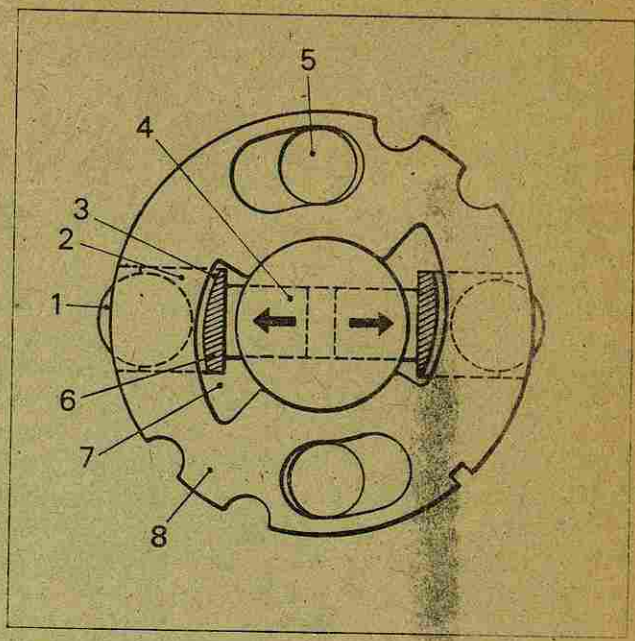

Fig. 4 Ajuste de la máxima alimentación de combustible
en función de la embolada de los elementos, cuyo recorrido hacia afuera puede variarse. Las zapatas (2, Fig. 4) que accionan los embolos de la bomba (4) se mantienen en sus guías por medio de las placas de ajuste superior e inferior (6 y 25, Fig. 5). El reborde de la zapata (6, Fig. 4) se ponen en contacto con las ranuras excéntricas (7) en las placas de ajuste (8). La placa superior está engatillada entre la placa de transmisión y el extremo del rotor por medio de los dos tornillos (5) que sujetan la placa de transmisión. Estos tornillos pñsan a través de ranuras alargadas en la placa de ajuste superior; cuando los tornillos (5) se aflojan, las placas pueden moverse juntas, enganchándose por las lengüetas de la placa superior, que coinciden con las ranuras de la placa inferior.
El recorrido hacia afuera de los elementos está determinado por la posición de las orejetas (6) en las ranuras excéntricas (7). En la Fig. 4, las placas de ajuste están regladas para facilitar el suministro de combustible máximo más bajo, que en la distancia más corta, puede recorrer el elemento. Este puede incrementarse moviendo las placas en sentido de las manecillas del reloj, mirando desde el rotor. Los elementos se muestran en la posición de embolada de admisión, y la tolerancia (3), es la distancia que los elementos recorrerán para llegar a una posición de máximo suministro de combustible. Una tapa, sujeta al cuerpo de la bomba por medio de dos tornillos de cabeza hexagonal, dá acceso al dispositivo de ajuste de la máxima alimentación de combustible.
Las placas de ajuste (8), mostradas en la Fig. 4, son de las del tipo usado en bombas que realizan un trabajo ligero. Algunas bombas están equipadas con placas reforzadas con un perfil interno, contrario al mostrado. Para aumentar la alimentación de combustible máximo, éstas giran en sentido contrario a las manecillas del reloj, mirando desde el rotor.